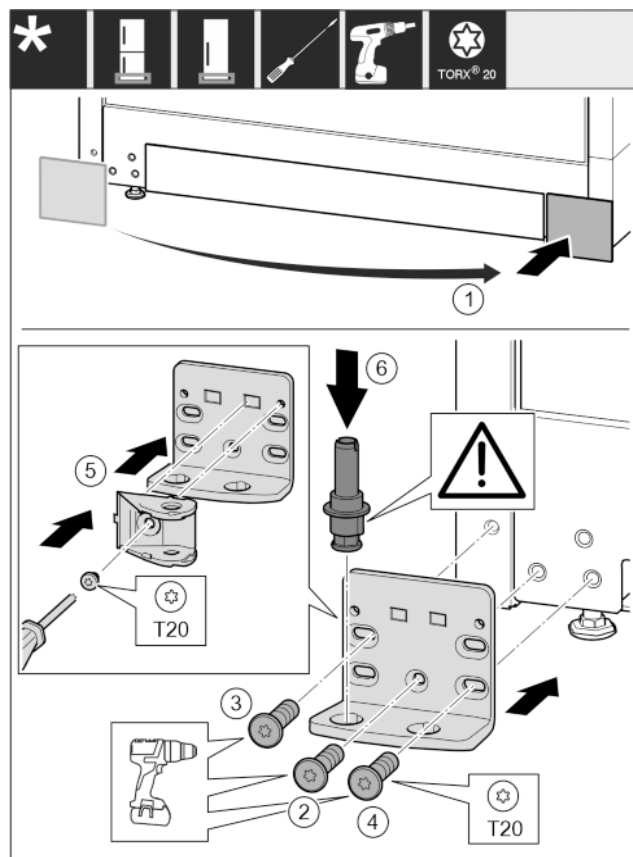

Fig. 28
- ▶ Detașați capacul și montați-l pe partea opusă. Fig. 28 (1)
- ▶ Aplicați suportul de lagăr pe partea opusă și înșurubați-l cu ajutorul unei șurubelnițe T20. Începeți cu șurubul 2 de jos din centru. Fig. 28 (2)
- ▶ Înșurubați ferm șurubul 3 și 4. Fig. 28 (3,4)
- ▶ Rotiți îmbinarea amortizorului de închidere cu 180°. Înșurubați pe partea opusă a suportului de lagăr cu șurubelnița T20. Fig. 28 (5)
- ▶ Introduceți complet bolțul de lagăr. Aveți grijă aici ca respectiva camă de cuplare să fie îndreptată către înapoi. Fig. 28 (6)